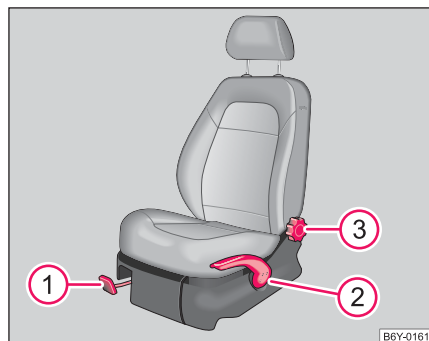

Fig. 43 Réglage des commandes du siège
- Tirez la manette ① ⇒ fig. 43 vers le haut et poussez alors le siège dans la position souhaitée.
- Relâchez la manette ① et poussez le siège jusqu'au déclic du verrouillage.